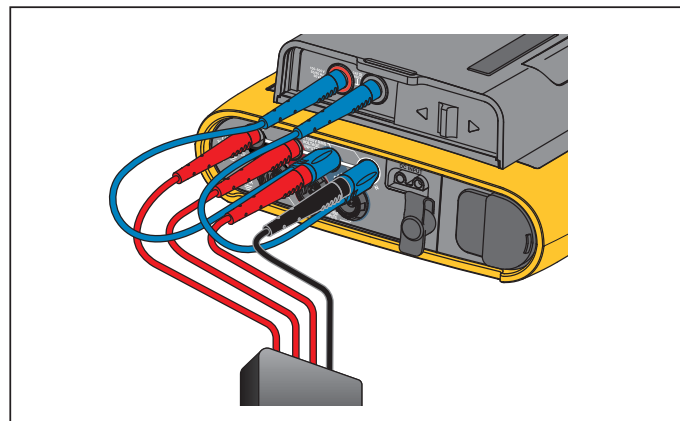

Figure 7. Mesure avec tension neutre et alimentation de l'instrument
3. Reliez les cordons de mesure courts (voir les Figures 7 et 8) aux entrées d'alimentation. Assurez-vous d'utiliser les fiches non empilables. Les cordons de mesure sont certifiés pour la mesure/surtension CAT III 1 000 V et CAT IV 600 V.
7. Reportez-vous à la Figure 7 pour alimenter le Logger à partir d'installations à tension neutre.